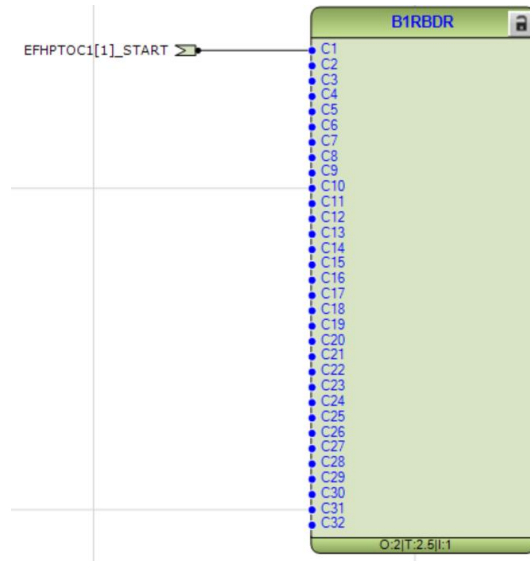

Imagen 301_Conexión de variable en el puerto de entrada C1 del bloque B1RBDR.
- 4.2.25 Conectamos una variable a la entrada “C1” desde “Connect - Existing Variable - EFHPTOC1[1]_START”. Observe la **Imagen 301**.